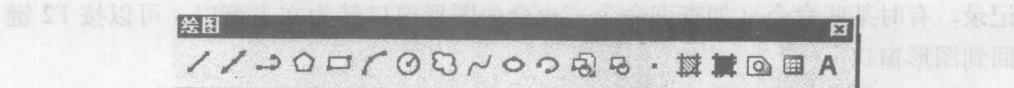

图 1-6 带有标题栏的 [绘图] 工具栏
3) 查看工具栏的内容。在工具栏上的非按钮区按下鼠标左键拖动(或工具栏上的凸起双线位置)，把工具栏拖到工作区的中央，如图 1-6 所示，标题栏上有工具栏的名字，这是一个 [绘图] 工具栏，可以单击右上角的按钮关闭此工具栏。